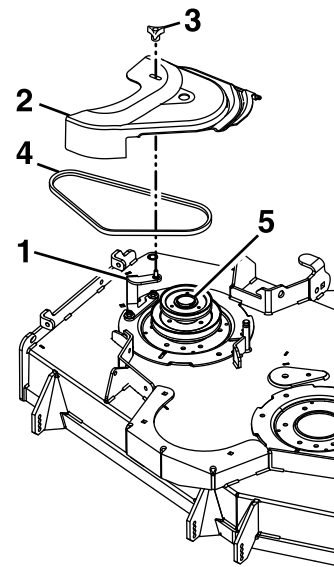

Figure 26
7. Dévissez le bouton de serrage du support de couvercle de courroie et déposez le couvercle (Figure 26).